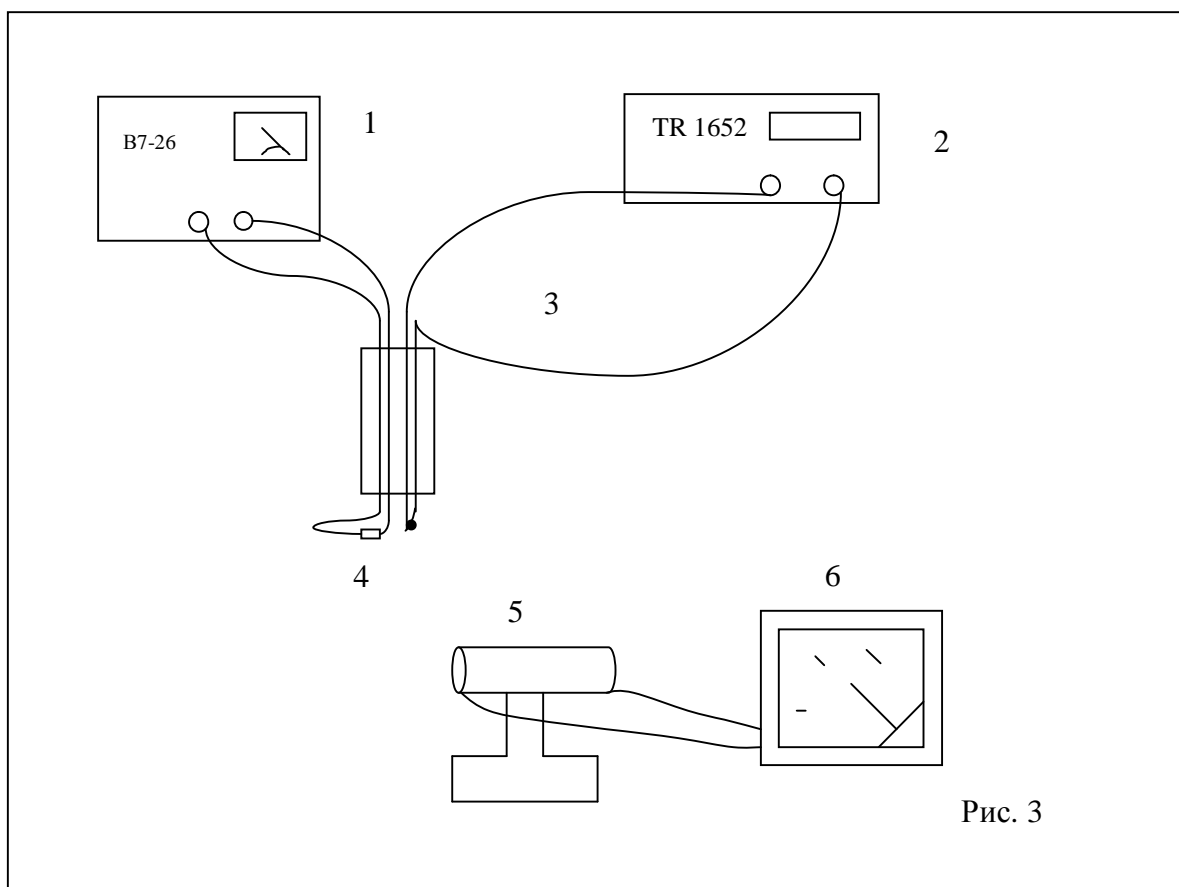

Рис. 3
1. Соберите установку (см. рис.3). Образец представляет собой полупроводниковый терморезистор, помещенный в кварцевую трубочку. С помощью соединительных проводов он подключается к измерительному прибору (клемма R_x). Для измерения сопротивления используется универсальный вольтметр В7-26 в соответствующем режиме работы.